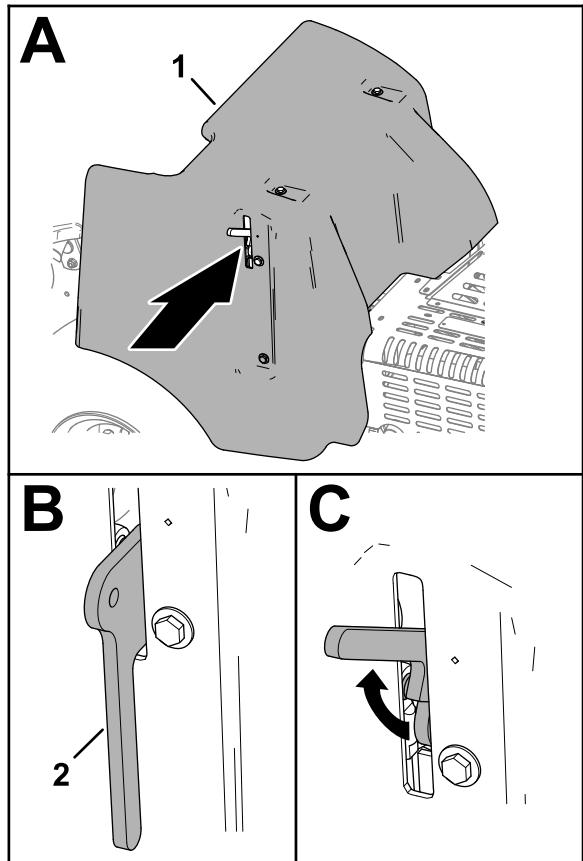

Рисунок 142
- Поднимите ручку фиксатора (Рисунок 142).